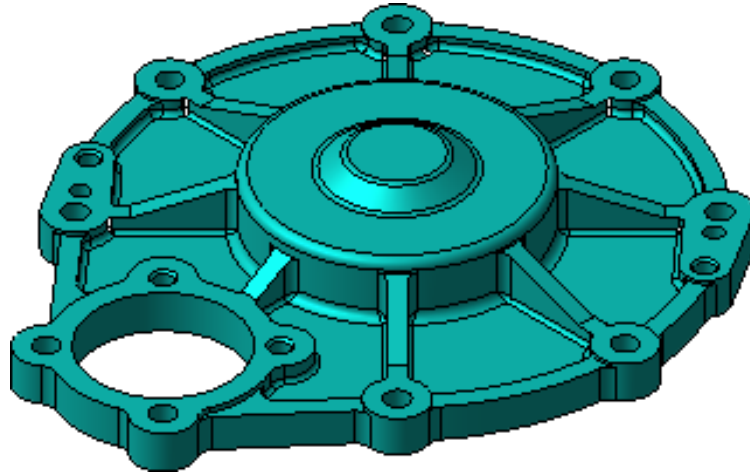

Рисунок 10
10. Откройте документ 078.505.0.0106.00.m3d (рис.10).